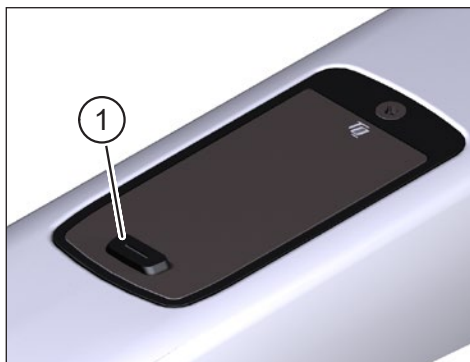

Fig. 2: Display
- ▶ Allumez le système en appuyant **brèvement** sur le bouton-poussoir (élément 1 Fig. 2) de l'Display.
- ▶ Éteignez le système en appuyant **longuement** sur le bouton-poussoir (élément 1 Fig. 2) de l'Display.